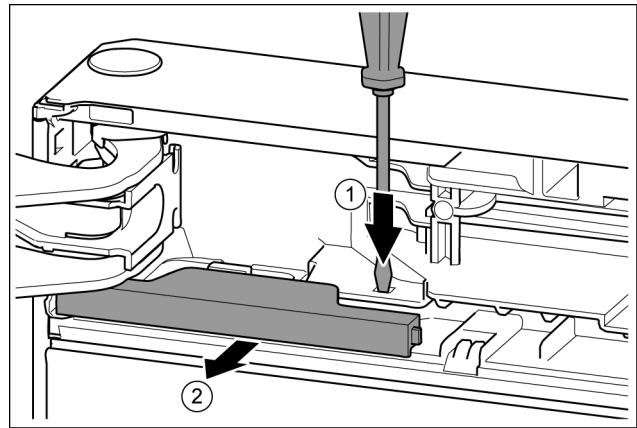

Fig. 14
- ▶ Plochým šroubovákem lamelu přitlačte. Fig. 14 (1)
- ▶ Kryt vytáhněte ze zářezky. Fig. 14 (2)